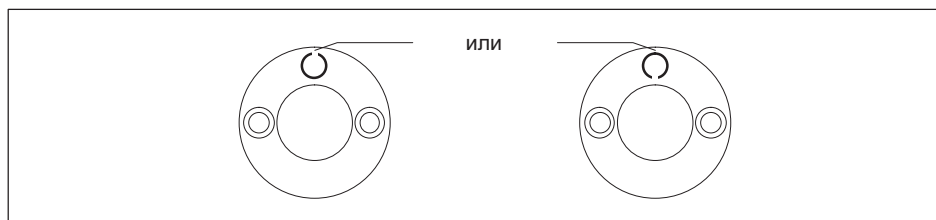

Рис. 6.1 Расположение распорного штифта для стопорения вращения
- ▶ Прочно забейте распорный штифт молотком в имеющееся на прижиме глухое отверстие. Открытая сторона распорного штифта должна быть при этом расположена радиально (Рис. 6.1).